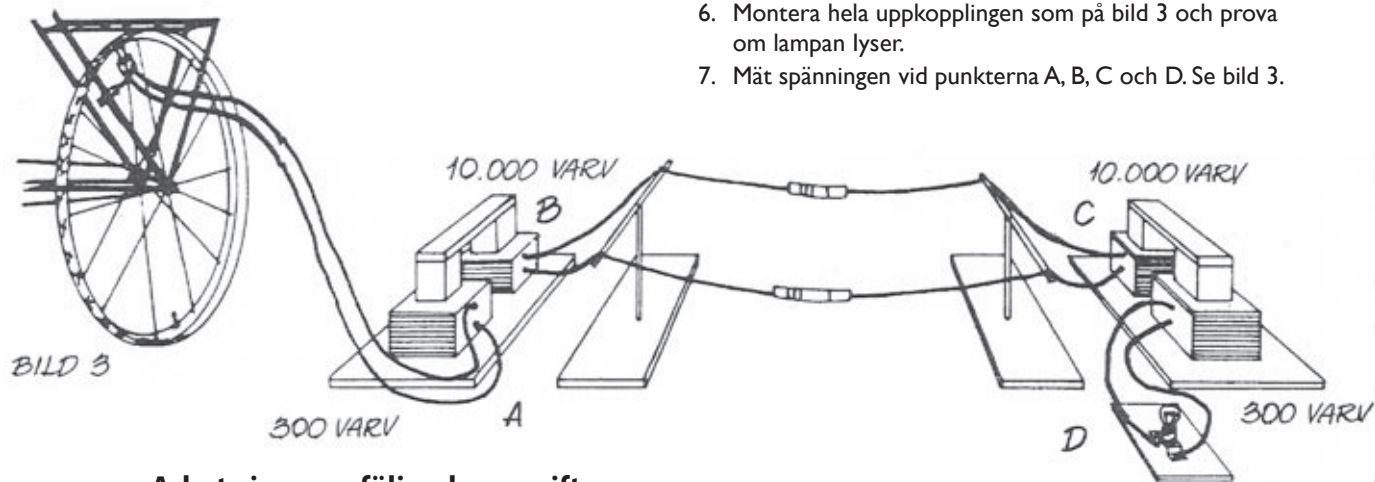

BILD 3
5. Bygg transformatorerna som på bild 3.
6. Montera hela uppkopplingen som på bild 3 och prova om lampan lyser.
7. Mät spänningen vid punkterna A, B, C och D. Se bild 3.